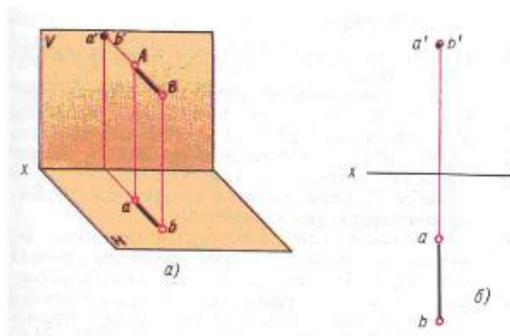

Рисунок 5
1. Прямая, перпендикулярная плоскости V, называется фронтально-проецирующей прямой (рис.5) и обладает свойствами: